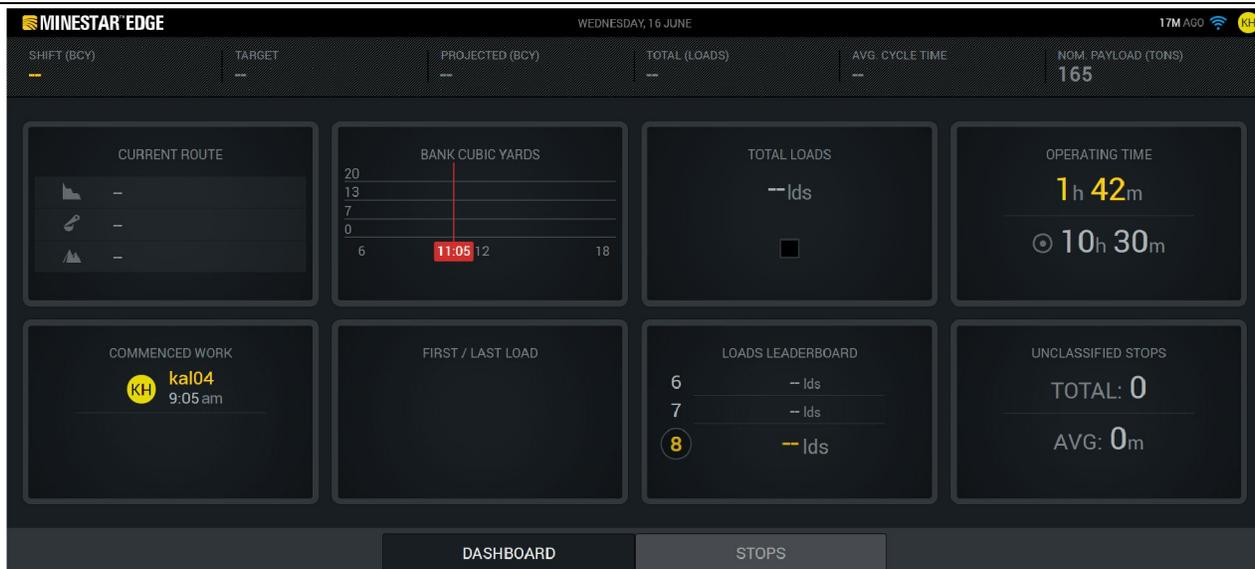

Ilustración 5
- Seleccione Enter (Intro) después de ingresar la identificación del operador para ver la página de inicio, como se muestra en la ilustración 5 .